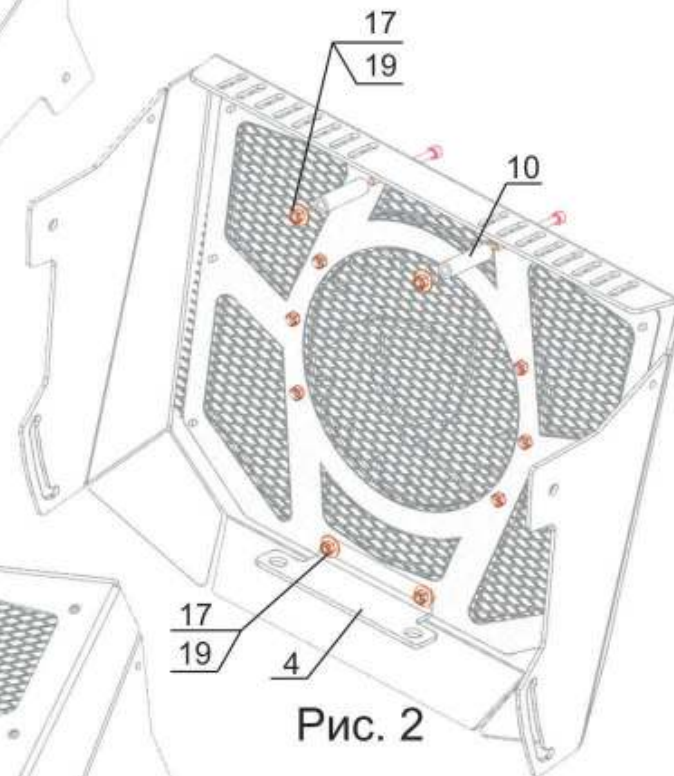

Рис. 2
1. Установить кронштейн поз. 4 в нижней части выноса, закрепить мебельными болтами М6х16 поз. 14 или 15, гайками М6 поз. 17, шайбами поз. 19 (рис. 2).